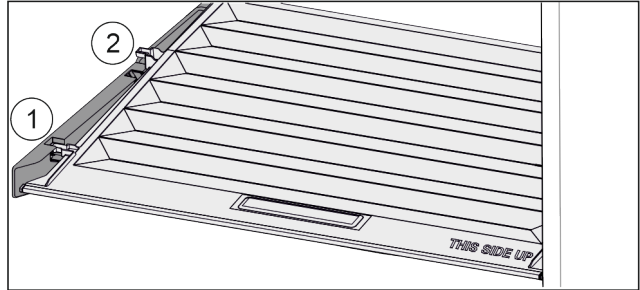

Fig. 76
- ▶ Deckel bis zur Öffnung in den Halteteilen nach vorne ziehen Fig. 76 (1).
- ▶ Hinten von unten anheben und nach oben wegnehmen Fig. 76 (2).